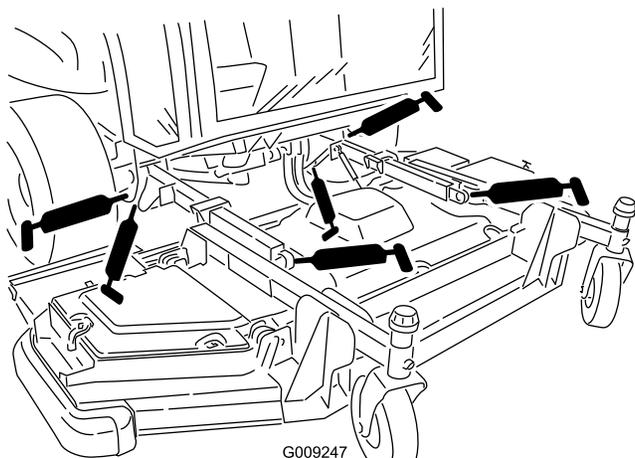

図 81
- 昇降アームのブッシュ2ヶ所 図 81
- 昇降アームのボールジョイント 2ヶ所 図 81
- 前デッキの昇降シリンダのピボット2ヶ所 図 81